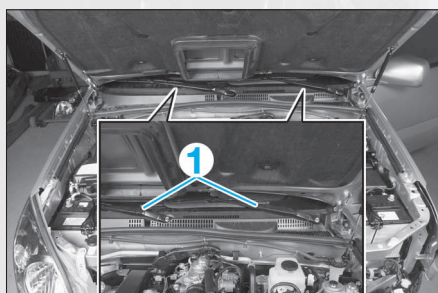

FIG. 23
- Déposer les bras d'essuie-glace (1) (Fig.23).